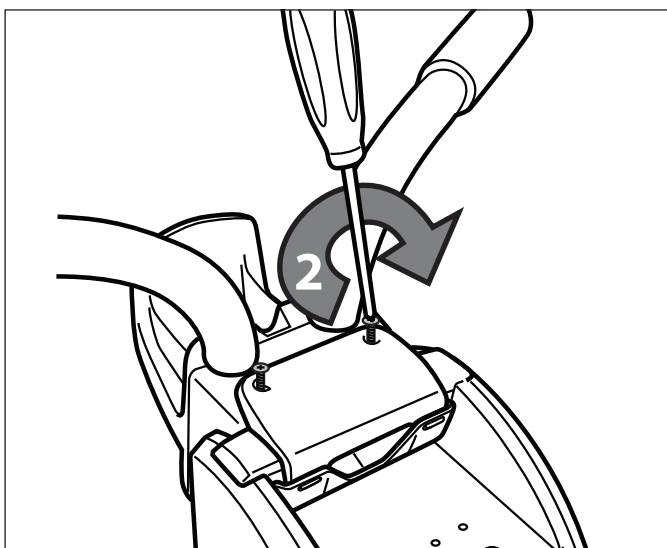

Figura 11. Sujetando la placa de fijación
3. Sujete la placa de fijación con los tornillos de cabeza Phillips. No apriete en exceso. Vea la Figura 11.